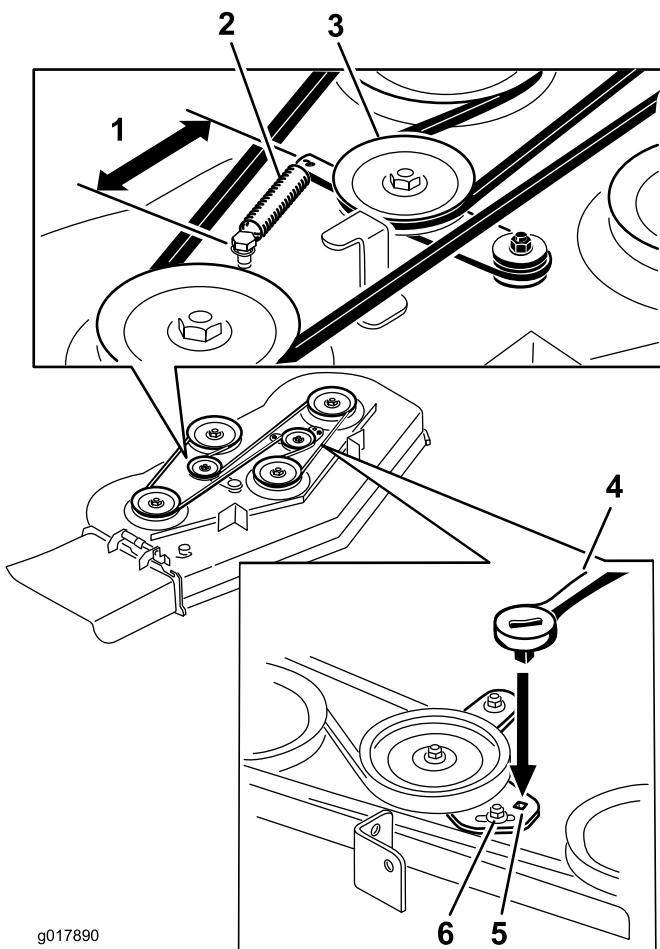

Figura 67
4. Afloje la tuerca para aflojar la polea tensora delantera (Figura 66 y Figura 67).
5. Retire la correa desgastada del cortacésped (Figura 66 y Figura 67).
6. Instale la correa nueva alrededor de las poleas de la carcasa y la polea del embrague (Figura 66 y Figura 67).
7. Utilizando la llave de carraca en el brazo tensor, apriete la polea tensora hasta que el muelle mida 16,5 cm de un gancho a otro (Figura 66 y Figura 67).
8. Apriete la tuerca para apretar la polea tensora delantera (Figura 66 y Figura 67).